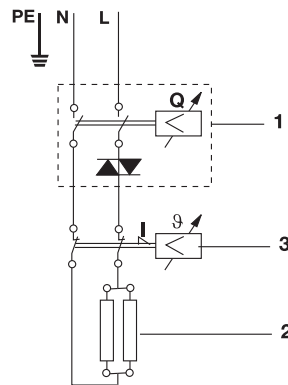

Рис. 5. NPX Aquatronic DIGITAL
- Сетевой кабель должен быть стационарно подключен к терминальному блоку нагревателя, как изображено на коммутационной схеме (рис. 5).